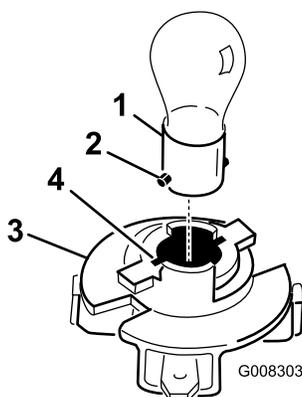

Figure 32
- Poussez sur l'ampoule pour la tourner à fond vers la gauche (env. 1/4 tour) et retirez-la de l'embase (Figure 32).
- Alignez les deux ergots en métal de la base de l'ampoule et les fentes de l'embase, et insérez la base dans le support (Figure 32).
- Alignez ces languettes (Figure 32) et les rainures du réflecteur.